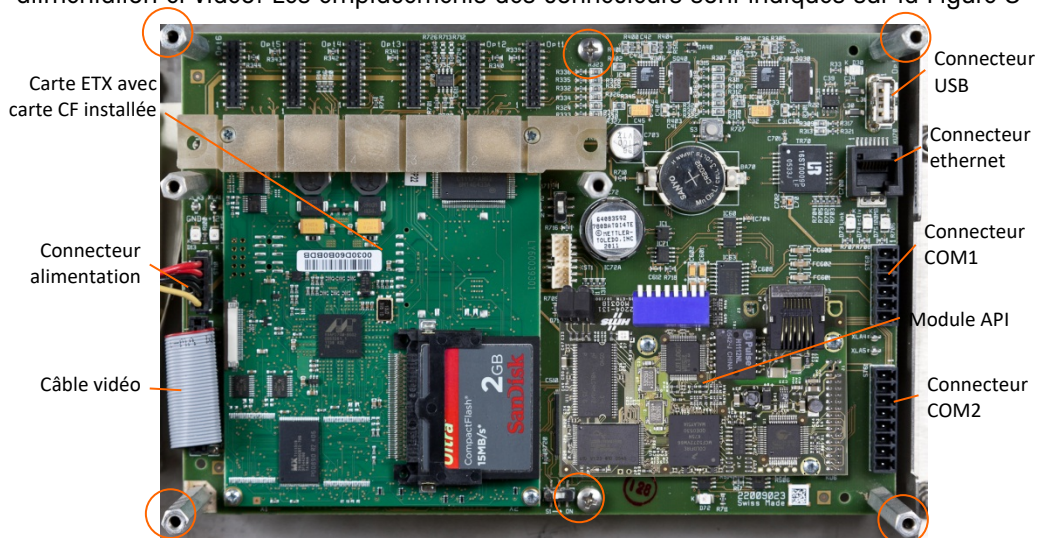
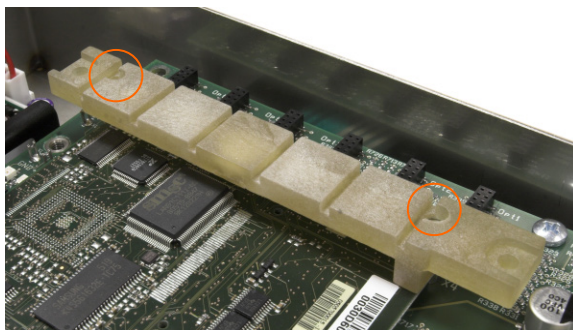
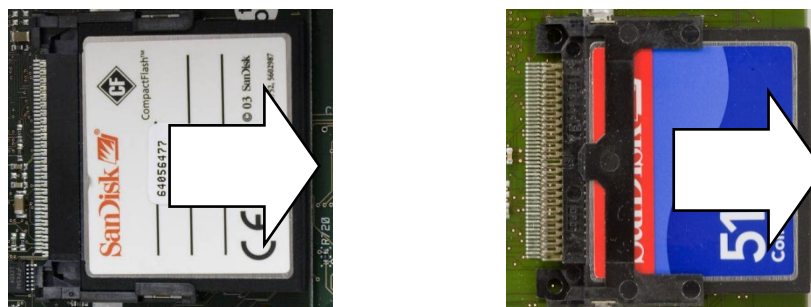

Figure 3-48 : Connexions et vis de montage de la carte principale
Figure 3-51 : Emplacements des vis du guide inférieur de la carte
Figure 3-57 : Retrait de la carte CF – original (gauche) et nouvelle (droite)
9. Enlevez tous les connecteurs de périphérie de leurs douilles – COM1, COM2, Ethernet, USB, alimentation et vidéo. Les emplacements des connecteurs sont indiqués sur la Figure 3-48.
- a. Pour un terminal installé sur panneau, placez les vis dans les trous centraux et dans les quatre supports hexagonaux des trous à l'extérieur (voir la Figure 3-51).
1. Enlevez les deux vis fixant le guide inférieur de la carte et la carte ETX à la carte principale (Figure 3-48). Les emplacements de ces vis sont indiqués sur la Figure 3-51.
Pour enlever une carte CF de la carte ETX, tenez la carte CF par ses côtés et glissez-la soigneusement hors de son logement dans le sens indiqué sur la Figure 3-57. Vous serez peut-être obligé de bouger la carte légèrement d’un côté à l’autre pour la dégager. Si un module d’option d’interface API est installé, il peut s’avérer nécessaire de l’enlever en premier.
La Figure 3-57 illustre une carte CF orientée dans le même sens que sur la Figure 3-48.